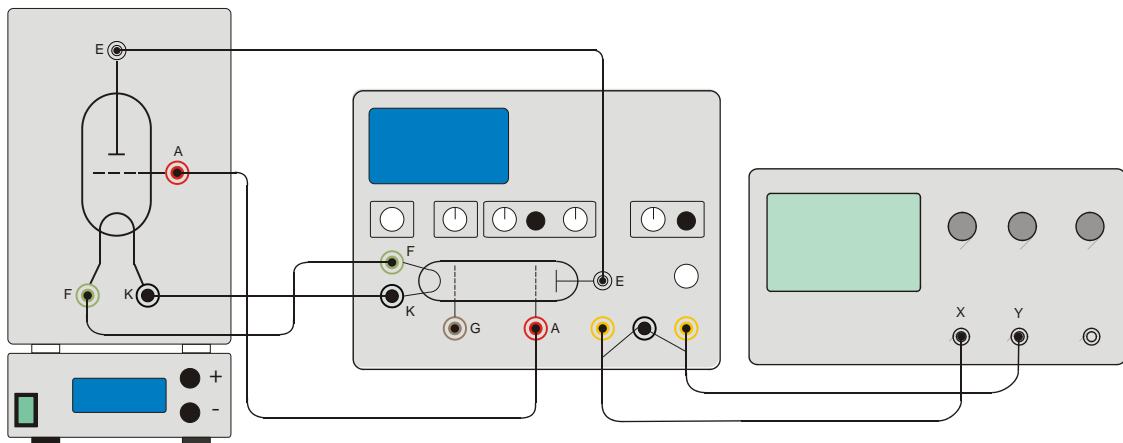

Fig. 2 Montage expérimental du tube de Franck et Hertz au Hg
- Branchez un voltmètre numérique à la sortie du signal (U_X) et de la prise de terre commune (voir fig. 2).